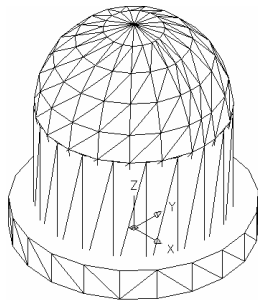

图 6-1-7 消隐处理
(7) 消隐处理。在命令行中输入 HIDE 命令并按回车键，将实体进行消隐处理，结果如图 6-1-7 所示。